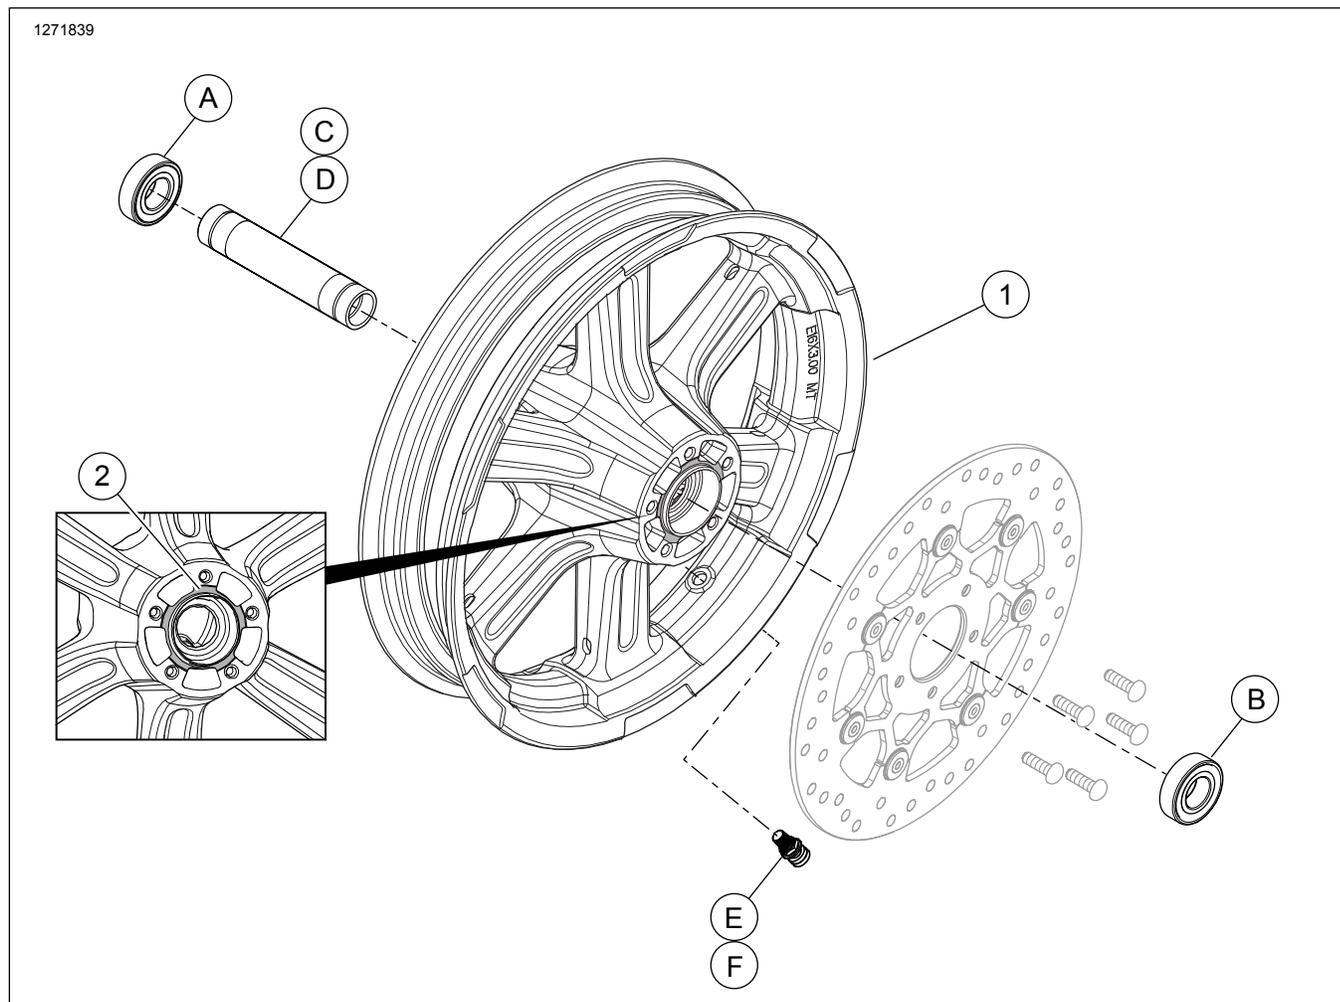

Figura 1. Parti di ricambio: Ruote posteriori (viene mostrata la ruota da 16 pollici)
Vedere Figura 1 e Tabella 2.
2. Figura 1 Installare il gruppo dello stelo della valvola sulla ruota. Vedere la sezione PNEUMATICI nel manuale di manutenzione.
5. Installare la ruota posteriore (1), l'asse e i distanziali di serie sulla motocicletta. Vedere la sezione RUOTA POSTERIORE nel manuale di manutenzione.